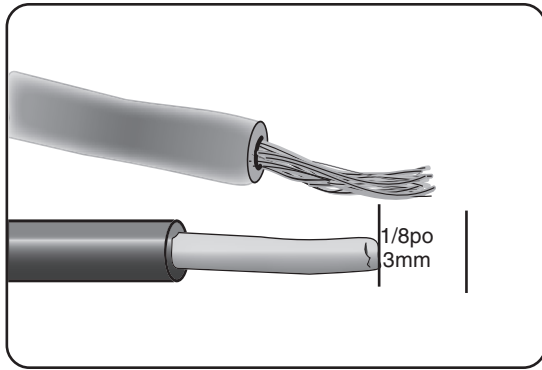

Figure 29
- Étirer les fils du lave-vaisselle de 1/8 po (3mm) loin des fils solides du câble d'alimentation, comme à la **figure 29**.